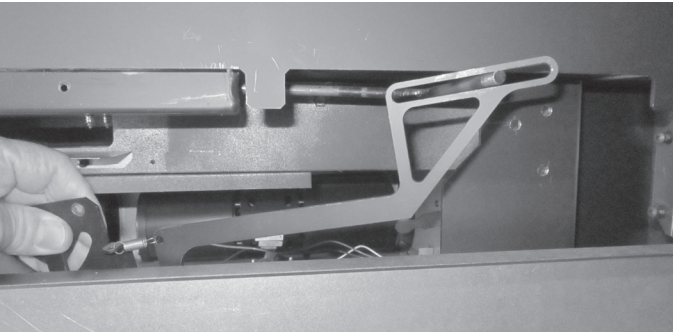

Figure 4.23 Insérez l'ensemble de minuterie
- Installez la minuterie/liaison en insérant d'abord la minuterie et en glissant la liaison sur la tige. Voir la figure 4.23.